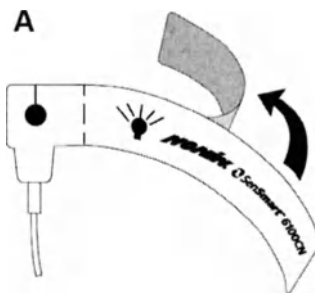

Рисунок 73. Изображение датчика пульсоксиметрии одноразового для новорожденных и клейкой ленты.
2. Аккуратно снимите, а затем выбросьте клейкий слой (Рис. 73-А).